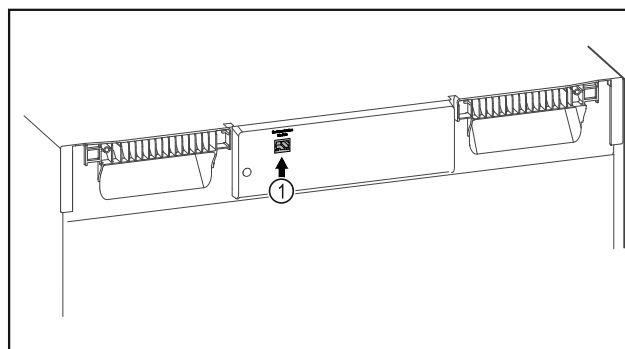

Fig. 142
- SmartModule Fig. 142 (1) è inserito.